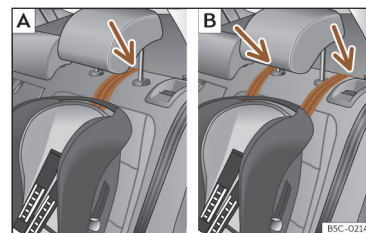

Abb. 42 Rücksitze: Einstellung und Einbau unter Verwendung des Top Tether-Gurts.
- **Rücksitze:** Führen Sie den Gurt unter der Kopfstütze durch (in Abhängigkeit der Gebrauchsanweisungen des Kindersitzes ggf. Kopfstütze anheben oder entfernen) >>> (Abb. 42).